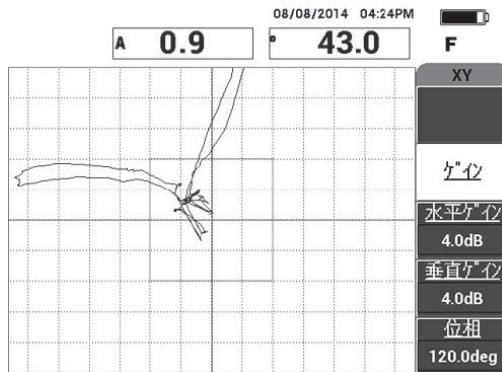

図 6-7 剥離のスキャン
3. 手前側と反対側の剥離部分でプローブを動かしてスキャンしながら、フリーズキー (❄) を押します (138 ページの図 6-7 参照)。